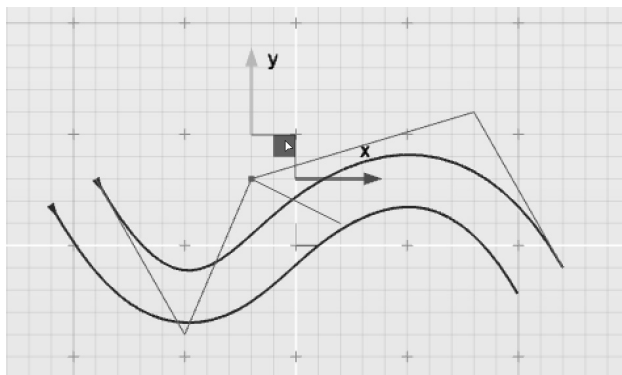

图 3-42 改变源曲线形状
4) 选中源曲线，并调整控制点位置，可同时改变偏移曲线形状，如图 3-42 所示。